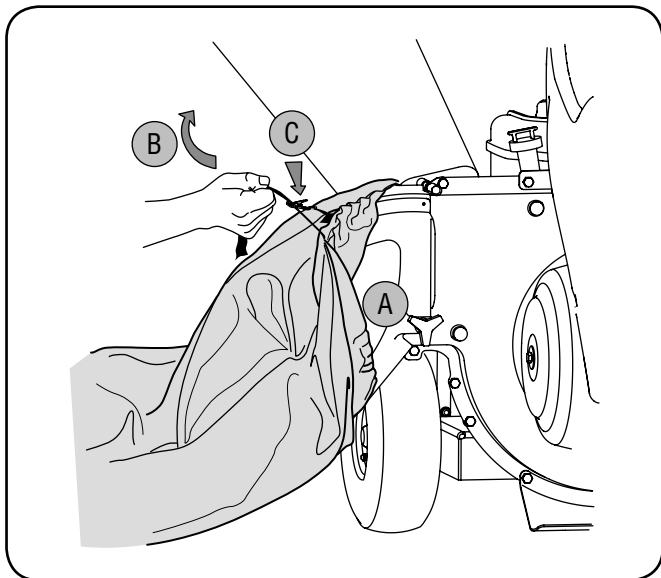

Рис. 3-8
1. Разместите зев мешка полностью под выходным дефлектором. См. рис. 3-8А.
2. Затяните кулису, чтобы мешок плотно охватил отверстие выходного дефлектора. См. рис. 3-8В.
3. Зажмите оба конца кулисы и плотно затяните ее на выходном дефлекторе, чтобы зафиксировать мешок на месте. См. рис. 3-8С.